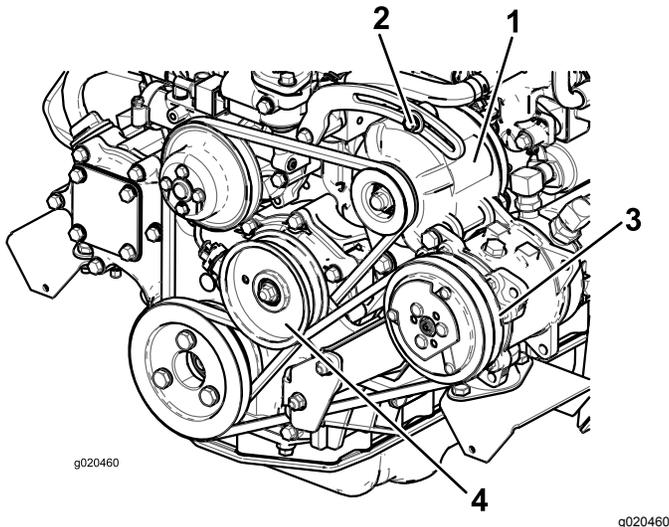

Figura 74
Si la desviación no es de 10 mm, afloje los pernos de montaje del alternador (**Figura 74**).
2. Si la desviación no es de 10 mm, afloje el perno de montaje de la polea tensora (**Figura 74**).